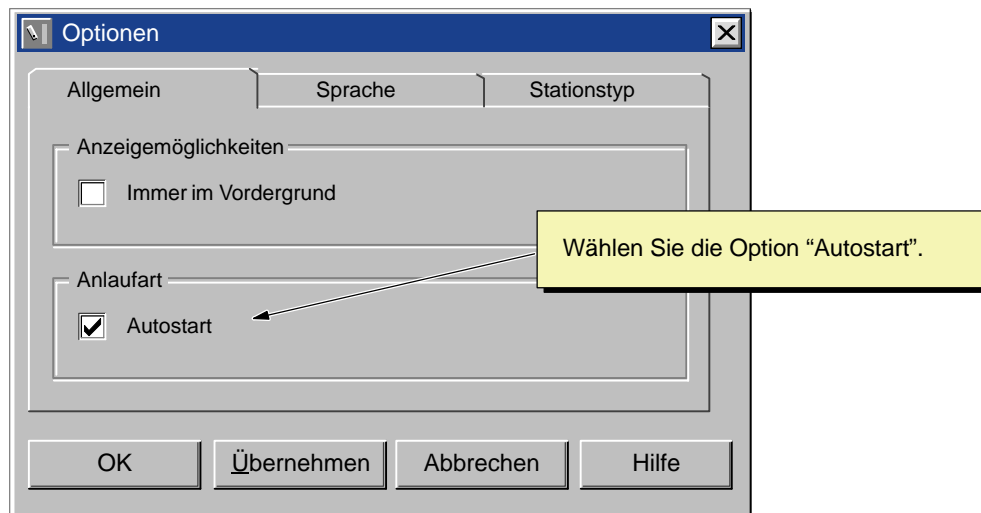

Bild 4-16 Aktivieren der Autostart-Funktion
2. Öffnen Sie im Dialogfeld "Optionen" das Register "Allgemein" und aktivieren Sie die Option "Autostart" (siehe Bild 4-16).